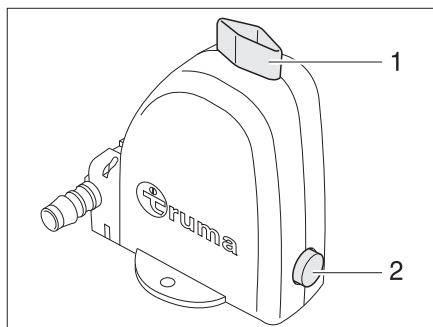

Fig. 66 Valvola di sicurezza/di scarico del boiler
Il boiler è dotato di una valvola di sicurezza/di scarico (Fig. 66). La valvola di sicurezza/di scarico impedisce che l'acqua congeli nel boiler in presenza di basse temperature esterne, quando il riscaldamento dell'autocaravan non è acceso. La valvola di sicurezza/di scarico è montata vicino al riscaldamento o nei vani portaoggetti a pavimento sotto il tavolo.
- Chiudere la valvola di sicurezza/di scarico. A tal fine ruotare la manopola verticalmente rispetto alla valvola di sicurezza/di scarico (Fig. 66,1) e premere verso l'interno il bottone automatico (Fig. 66,2).
- Aprire la valvola di sicurezza/di scarico. A tal fine ruotare la manopola (Fig. 66,1) nel senso della lunghezza della valvola di sicurezza/di scarico. Il bottone automatico (Fig. 66,2) scatta fuori. Il boiler viene svuotato verso l'esterno tramite la valvola di sicurezza/di scarico.